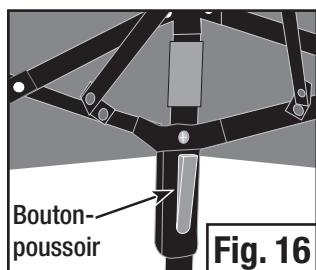

Fig. 16
- Appuyez sur les boutons-poussoir qui se trouvent aux coins supérieurs de l'armature. (Fig. 16) Repliez l'armature de l'abri et rangez-la dans le sac servant à la transporter.